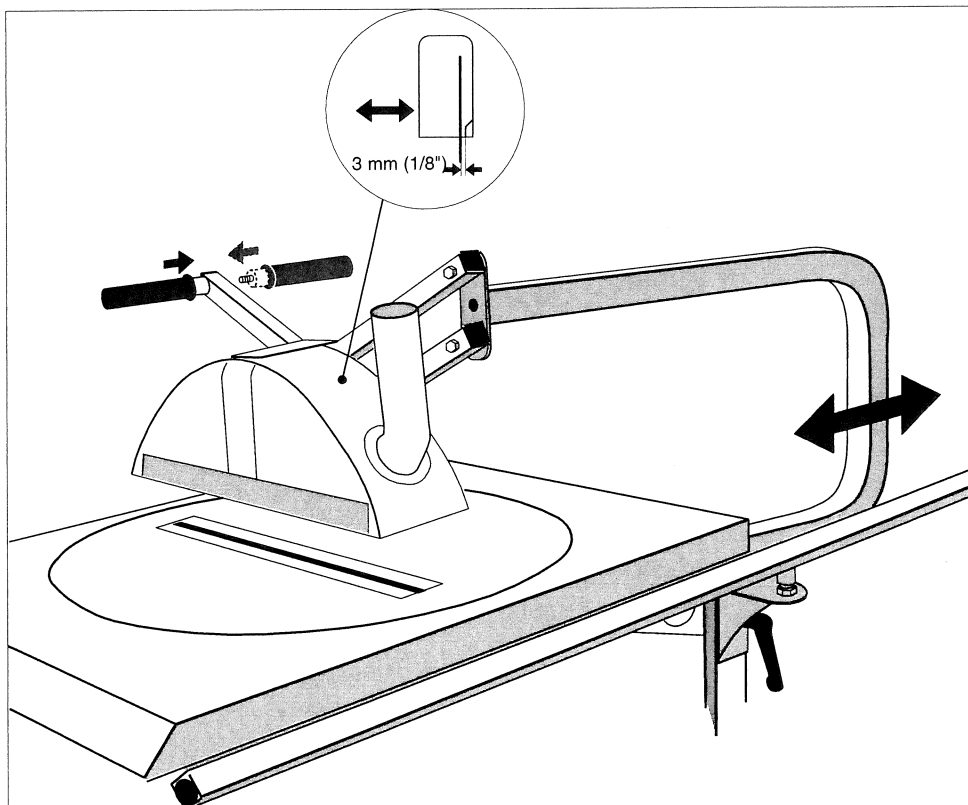
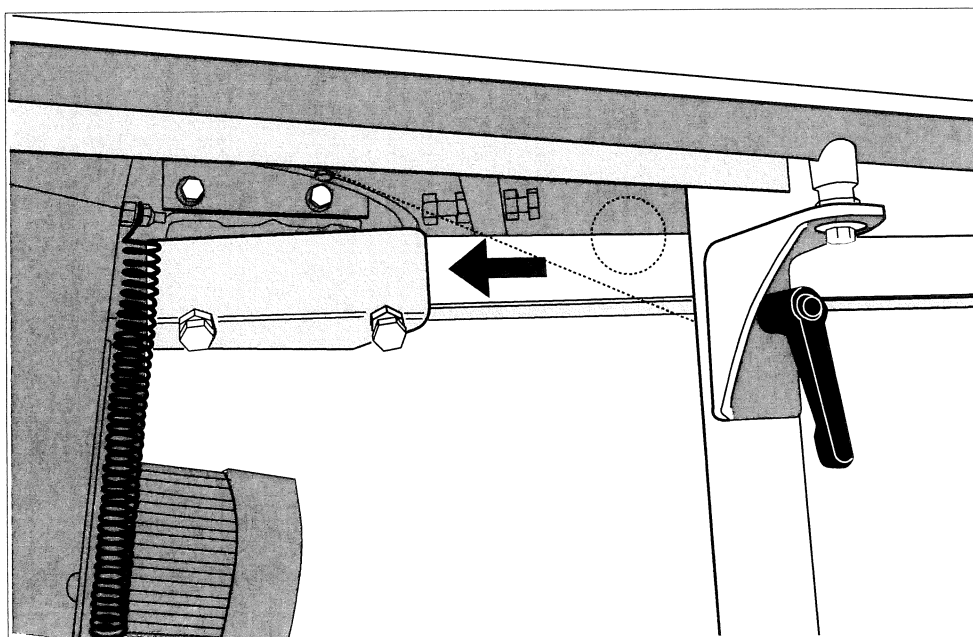

Fig. 1
Fig. 2
- Plasser svingbøylen i beslaget under bordet (fig. 2) Senk plastkuppelen slik at den ligger plant mot svingskiven. Juster svingbøylen og påse at trelisten i kuppelen har en avstand til sagbladet på 3 mm. Deretter trekkes festeskruen til. Se fig. 1.